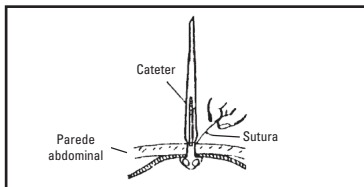

Figura 7
- Segure na extremidade solta da tira de abertura (material com suturas pretas localizado na extremidade distal da faixa vermelha) e puxe ao longo da faixa vermelha (afastando-a do paciente) (Figura 7).